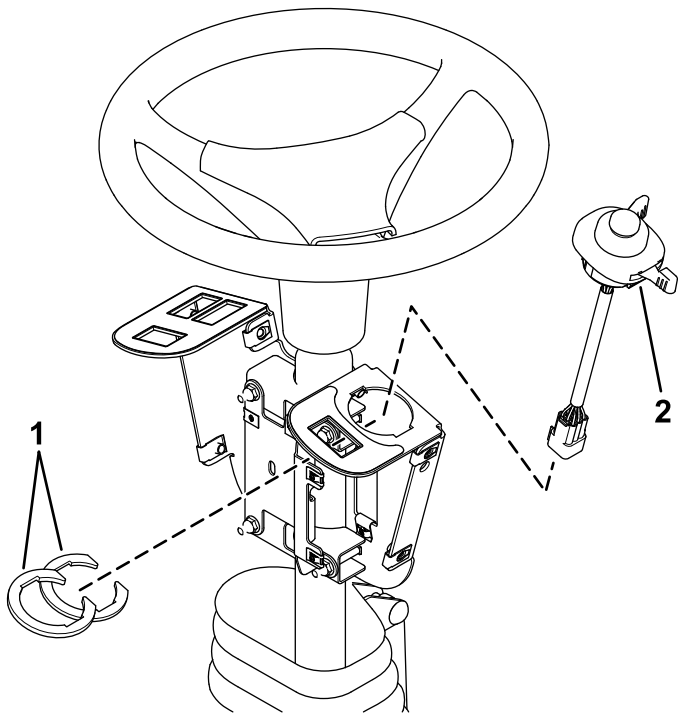

Figura 5
2. Instale el interruptor multifunción en el soporte de los interruptores y fíjelo con los clips del interruptor debajo del hueco del interruptor (Figura 5).